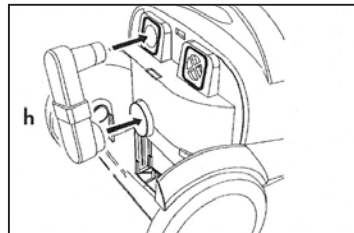

Abb. 13
- Das Zubehör für die Blasfunktion (h) wie in Abb. 13 gezeigt, einsetzen.